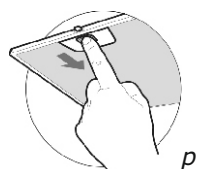

рис. 4
- перед установкой вытяжки снимите алюминиевый фильтр (рис. 4);
- снимите фильтр (рис.4), отверните винты-барашки;
- 8.3 Для очистки алюминиевого фильтра извлеките его из вытяжки (рис. 4) и произведите очистку с помощью щетки горячим водным раствором нейтрального моющего средства вручную или в посудомоечной машине (при 60°С). Сильно загрязненный фильтр не следует мыть в посудомоечной машине вместе с посудой. Старайтесь не сгибать фильтр при мойке. Возможное изменение цвета фильтра, с течением времени, не приводит к снижению эффективности его действия.